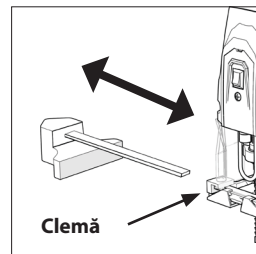

Fig. 11
- Așezați clema în poziția de funcționare necesară, fie în partea dreaptă, fie în partea stângă a tălpii unelei, chiar în fața pânzei. (Fig. 11).
- Glisați brațul ghidajului pentru margini paralele prin clemă și prin cele două (2) fante dreptunghiulare din talpă.